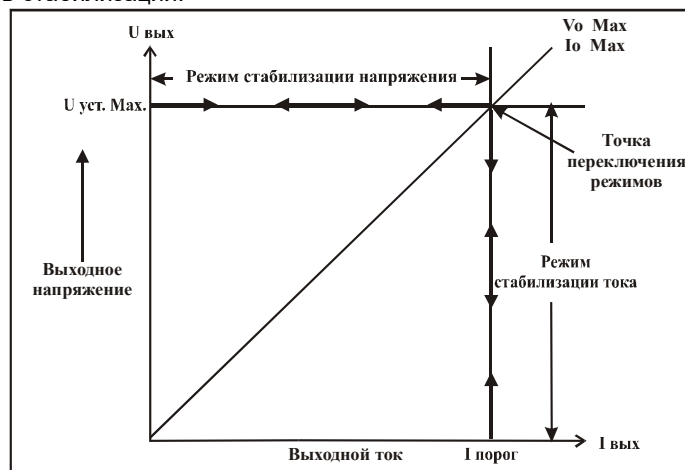

Рис. 2.1. Процесс переключения режимов стабилизации CV и CC
Рабочая вольтамперная характеристика источника питания данной серии называется ВАХ с автоматическим переключением режимов. Это означает, что при изменении сопротивления нагрузки автоматически происходит переключение из режима стабилизации напряжения (CV) в режим стабилизации тока (CC) и наоборот. Точка пересечения значений установленного предела по току ($I_{\text{порог}}$) и максимального значения выходного напряжения ($U_{\text{уст. max}}$) называется точкой переключения режимов. На рис. 2.1 показана зависимость положения точки переключения от величины тока нагрузки. В моделях данной серии с инд «А» имеется возможность ручного принудительного задания приоритета одного из режимов стабилизации.